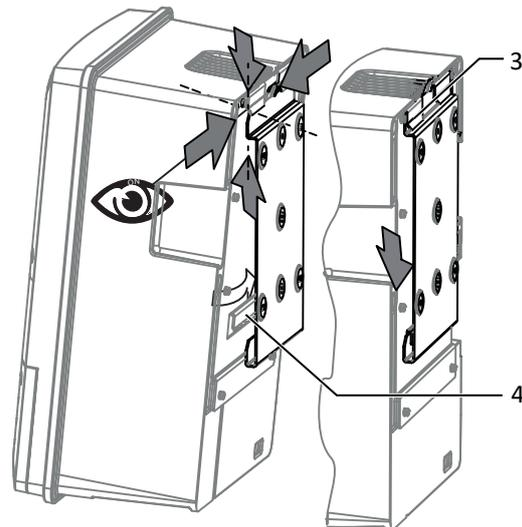

Abb. 15: Gerät einhängen
2. Gerät über den Winkel zur Aufhängung in die obere Halterung einführen. Gerät vollständig auf den unteren Winkel aufsetzen, sodass Gerät bündig mit der Rückseite an der Halterung anliegt. [Siehe Abbildung 15 ▶ Seite 19]